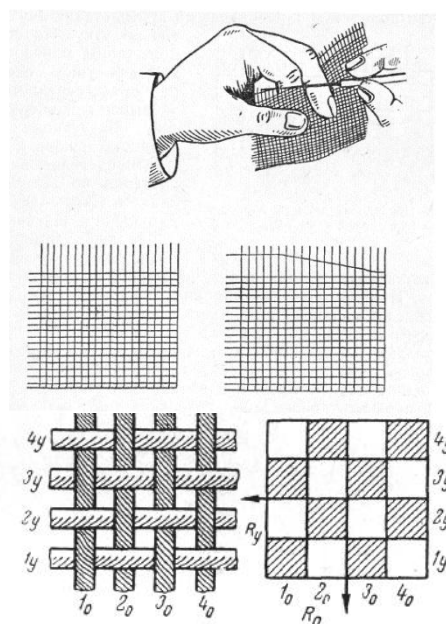

Рис.18. Анализ ткацкого переплетения и последовательность зарисовки переплетения
Зарисовку продолжают до тех пор, пока рисунок полностью не повторится, т.е. не будет зарисовано 2 раппорта. Если рисунок переплетения в обоих раппортах одинаков, можно считать, что зарисовка произведена правильно. Тогда первую уточную нить сбрасывают, сдвигают вторую и в том же порядке зарисовывают ее переплетение. Так продолжают до тех пор, пока полностью не зарисуют переплетение двух раппортов по утку (рис.18.)
- простые (гладкие или главные) (рис. 18 – 23):